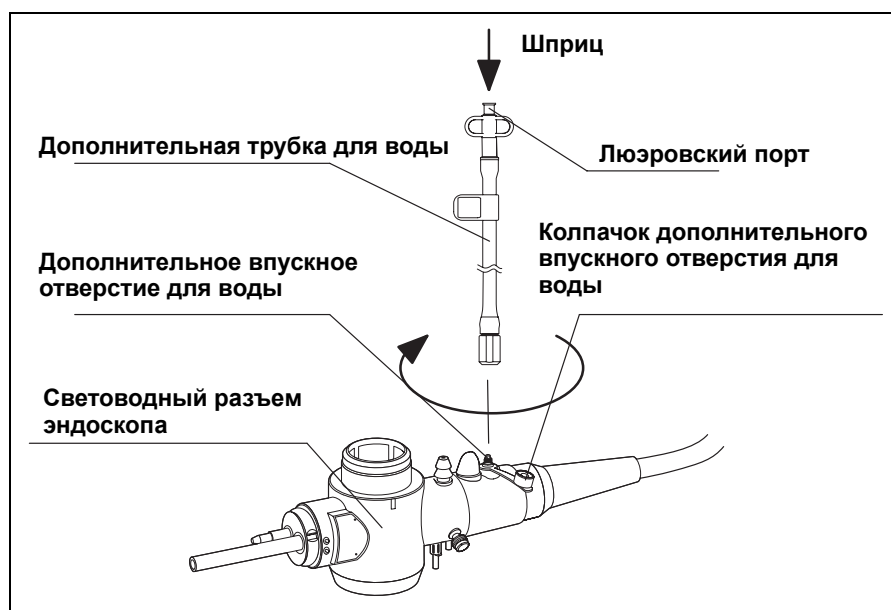

Рисунок 3.15.
8. Снимите колпачок с дополнительного впускного отверстия для воды (только для GIF-2T160, п. Рисунок 3.15.).
9. Соедините дополнительную трубку для воды с дополнительным впускным отверстием для воды на световодном разъеме эндоскопа (только для GIF-2T160, п. Рисунок 3.15.).